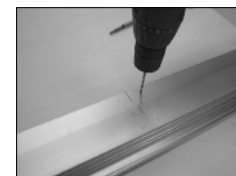

Fig. 4
- D. A continuación coloque el estribo delantero de forma que coincida con la línea de centro en la parte móvil del marco y trace los tres orificios de sujeción en él (Fig. 4).
- D. A continuación coloque el estribo delantero de forma que coincida con la línea de centro en la parte fija del marco y trace los tres orificios de sujeción en él (Fig. 4).